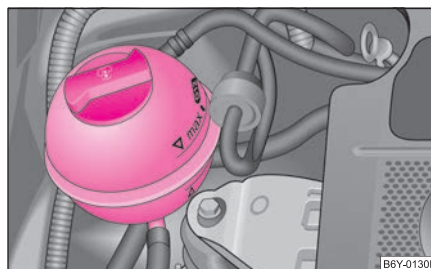

Fig. 143 Compartiment moteur: Vase d'expansion du liquide de refroidissement
- Contrôlez le niveau dans le vase d'expansion de liquide de refroidissement ⇒ fig. 143. Le niveau de liquide de refroidissement doit arriver entre « MIN » et « MAX » si le moteur est froid. Il peut légèrement dépasser la marque « MAX » si le moteur est chaud.
- Mettez un chiffon sur le bouchon du vase d'expansion du liquide de refroidissement ⇒ page 162, fig. 143 et desserrez **prudemment** le bouchon en le faisant tourner à gauche ⇒ .